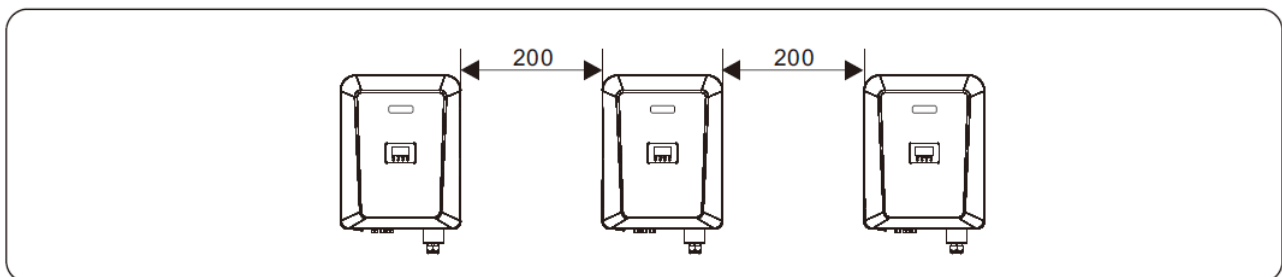
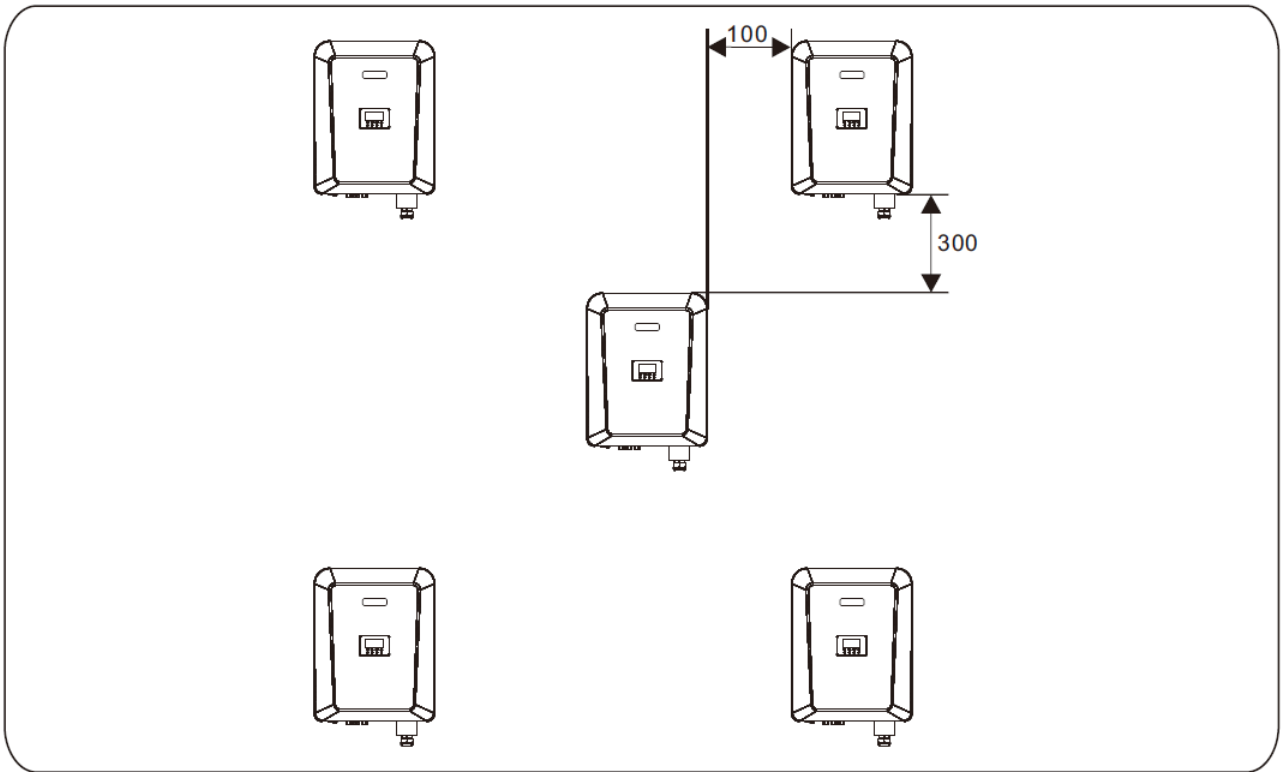
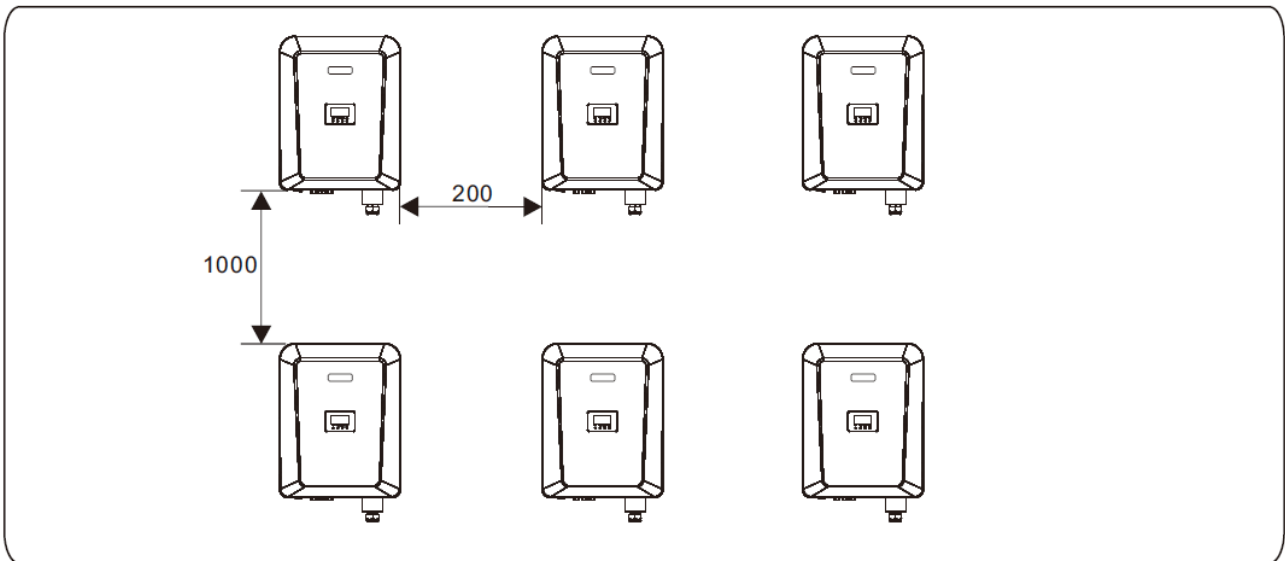

Figura 4.5 - Installazione lungo la stessa linea (unità: mm)
Figura 4.6 - Installazione in modalità triangolo (unità: mm)
Figura 4.7 - Installazione in modalità sovrapposta (unità: mm)
- c. Quando si installano più inverter, installarli lungo la stessa linea (come mostrato nella Figura 4.5) se lo spazio disponibile è sufficiente, e installarli in modalità triangolo (come mostrato nella Figura 4.6) o in modalità impilata (come mostrato nella Figura 4.7) se non è disponibile uno spazio sufficiente. Le modalità di installazione garantiscono uno spazio sufficiente per l'installazione e la dissipazione del calore.